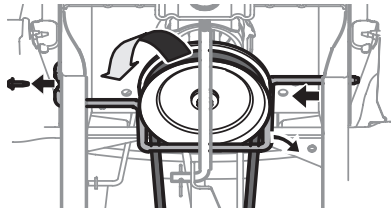

Figura 39
5. Saque el tornillo hexagonal que asegura la varilla guardapoleas del motor al bastidor. Consulte la Figura 39.